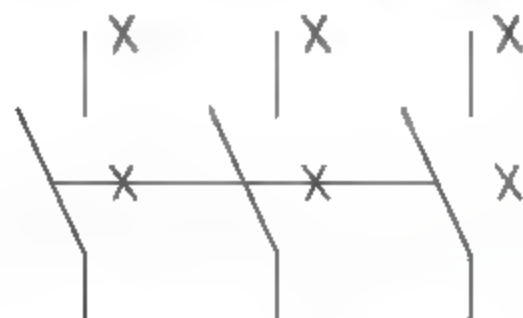

图7-18 打开素材
**01** 单击快速访问工具栏中的【打开】按钮, 打开本书配备资源中的“素材 第7章\7-3 重定义断路器图块.dwg”文件，如图7-18所示。